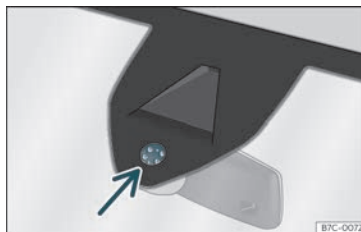

Fig. 98 Superficie sensible do sensor de choiva.
As posibles causas de anomalías e interpretacións erróneas na área da superficie sensible >>> **fig. 98** do sensor de choiva son, entre outras:
- Limpe regularmente a superficie sensible do sensor de choiva»» fig. 98 (frecha) e comprobe posibles danos nas gomas.